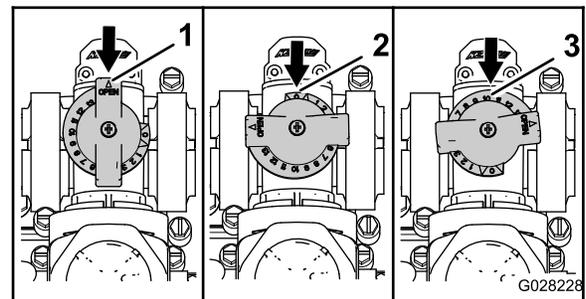

Figura 31
- La Figura 31, A, muestra la válvula de desvío de agitación en la posición de Abierta.
- La Figura 31, B, muestra la válvula de desvío de agitación en la posición de Cerrada (0).
- La Figura 31, C, muestra la válvula de desvío de agitación en la posición intermedia (relativas al manómetro del sistema de fumigación).